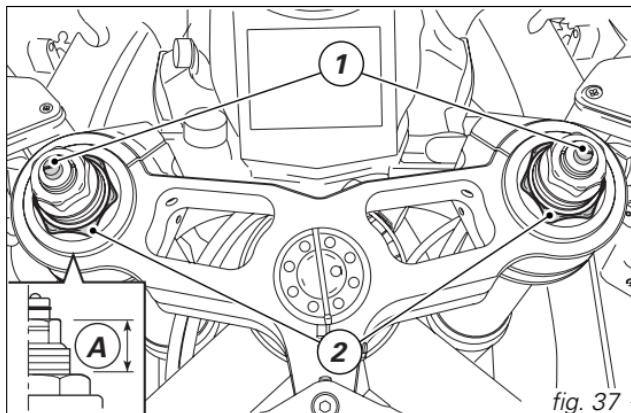

fig. 37
- 1) régler le frein hydraulique en détente (fig. 37) ;
- 2) régler la précontrainte des ressorts internes (fig. 37) ;
*Précontrainte du ressort (A, fig. 37) : 20 mm.*
*Précontrainte du ressort (A, fig. 37) : 10 ÷ 25 mm*
*Précontrainte du ressort (A, fig. 37) : 20mm.*
*Précontrainte du ressort (A, fig. 37) :*
(2, fig. 37) à l'aide d'une clé hexagonale de 22 mm.*